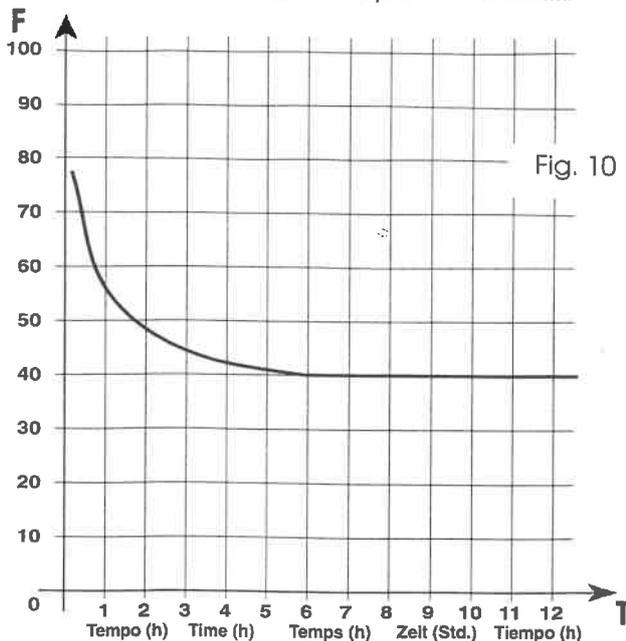

Fig. 10
La courbe (Fig. 10) permet de repérer le temps maximum de travail (T) en fonction de la fréquence d'utilisation (F).
FREQUENZA D'UTILIZZO	vedi Fig. 10